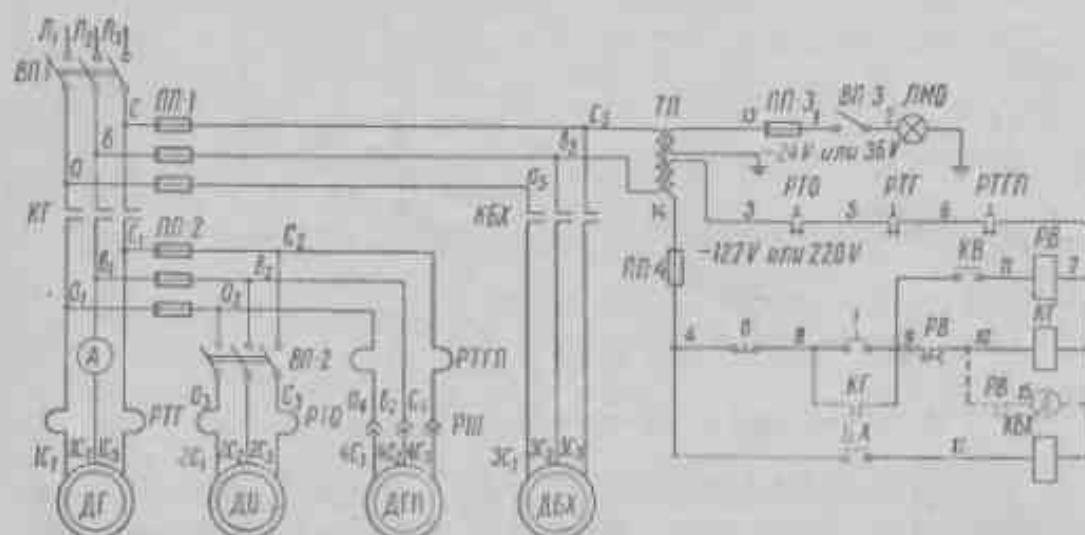

Рис. 19. Принципиальная электрическая схема станка
2. Принципиальная электрическая схема	рис. 19
Перед началом работы станка необходимо электрическую его часть подключить к цеховой сети посредством пакетного выключателя ВП-1 (см. рис. 19). Пуск главного электродвигателя осуществляется нажатием кнопки «Пуск» (8—9), которая замыкает цепь катушки контактора КГ (7—10).
В станках тропического исполнения ставится моторное реле времени. Дополнения в принципиальной электросхеме, связанные с моторным реле, показаны пунктиром (см. рис. 19). В среднем положении рукоятки фрикциона нормально открытым контактом конечного выключателя КВ (9—11) включается электромагнит реле времени РВ (7—11), якорь которого через систему рычагов замыкает НО контакт РВ (10—15). При этом включается синхронный микродвигатель реле времени Д (7—15), который через редуктор и систему палки с кулачком размыкает НЗ контакт РВ (9—10) с установленной выдержкой времени и отключает главный электродвигатель.